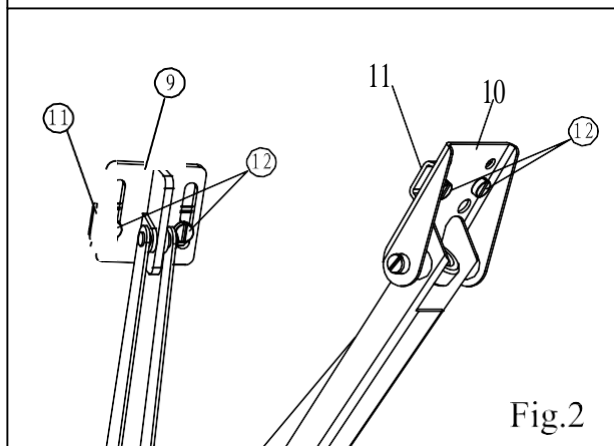
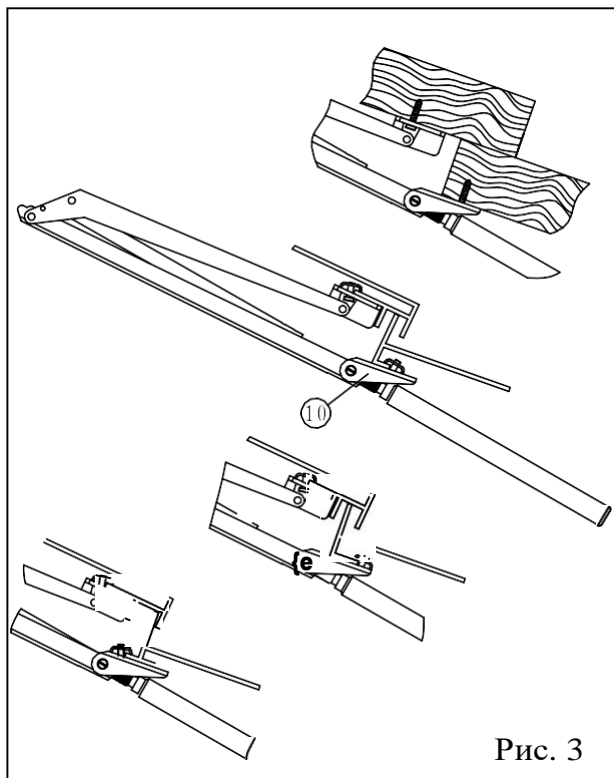

Fig.2
Рис. 3
2. Используйте винты (12), чтобы слегка закрепить два зажима (11) соответственно на кронштейне для окна (9) и кронштейне рамы (10). См. рис. 2. Убедитесь, что верхний край кронштейна рамы находится близко к краю оконной рамы. Если это деревянная теплица, оконные и рамные кронштейны можно прямо закрутить в деревянные элементы. См. рис. 3.